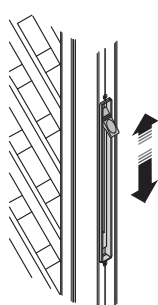

図5-2
- ② ①で起こしたつまみをそのまま上下させて落とし棒を操作します。(図5-2参照)